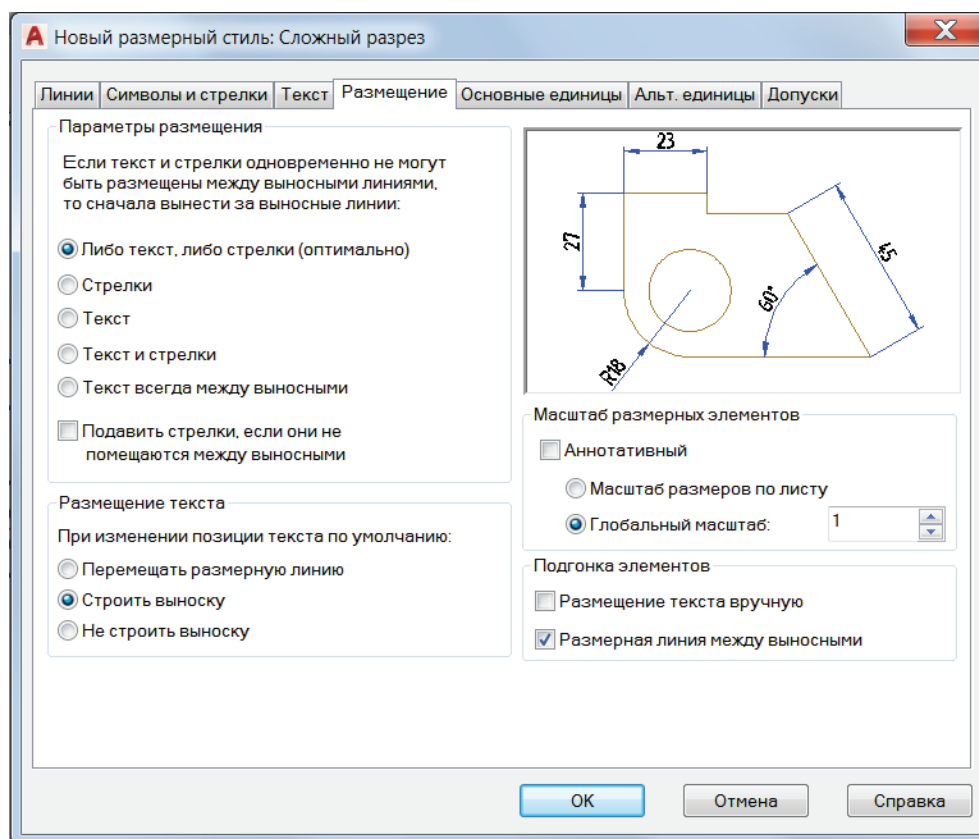

Рис. 2.4.19. Диалоговое окно **Новый размерный стиль: Сложный разрез**. Вкладка **Размещение**
4. Вкладка **Размещение** (рис. 2.4.19).